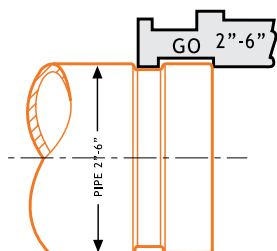

Fig. 1
3. Positioneer de kaliber over de groef en de dichtingszitting. De uitsparing dient exact te passen in de groef en over de dichtingszitting. (zie afbeelding 1).